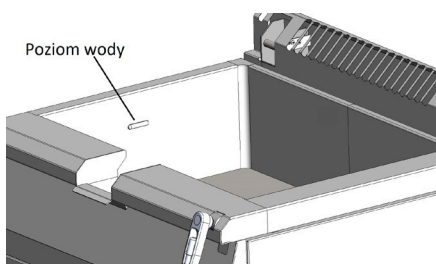

Abbildung 7: Maximaler Wasserstand
- Füllen Sie die Schale nicht über den an der Innenwand markierten Stand (Abb. 7). Markiert Die Libelle verhindert, dass der Inhalt der Schüssel während des Kochens über den Trichter schwappt. Das Befüllen der Schale mit Wasser sollte unter ständiger Aufsicht erfolgen.